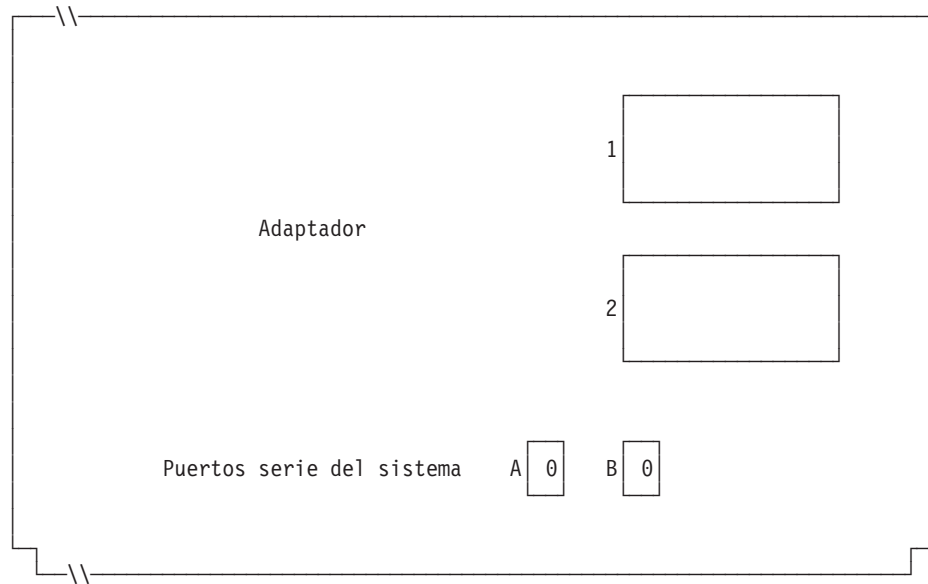

Figura 89. Lado derecho de la parte posterior del Terminal de Punto de Venta IBM 4694-0x4/1x4
6. Si las aplicaciones de terminal utilizan un puerto asíncrono, anote el número de puerto en la Figura 89 en la página 298. Especifique un 0 para los puertos no utilizados por el terminal. Los números de puerto válidos son 1, 2, 3, 4.